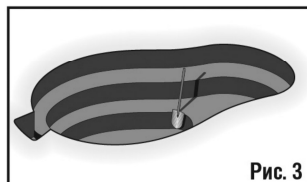

Рис. 3
- Третий уступ (приобретается дополнительно) должен располагаться на глубине 15,24 см (см. Рис. 3), при этом общая глубина ямы составит 60,96 см.